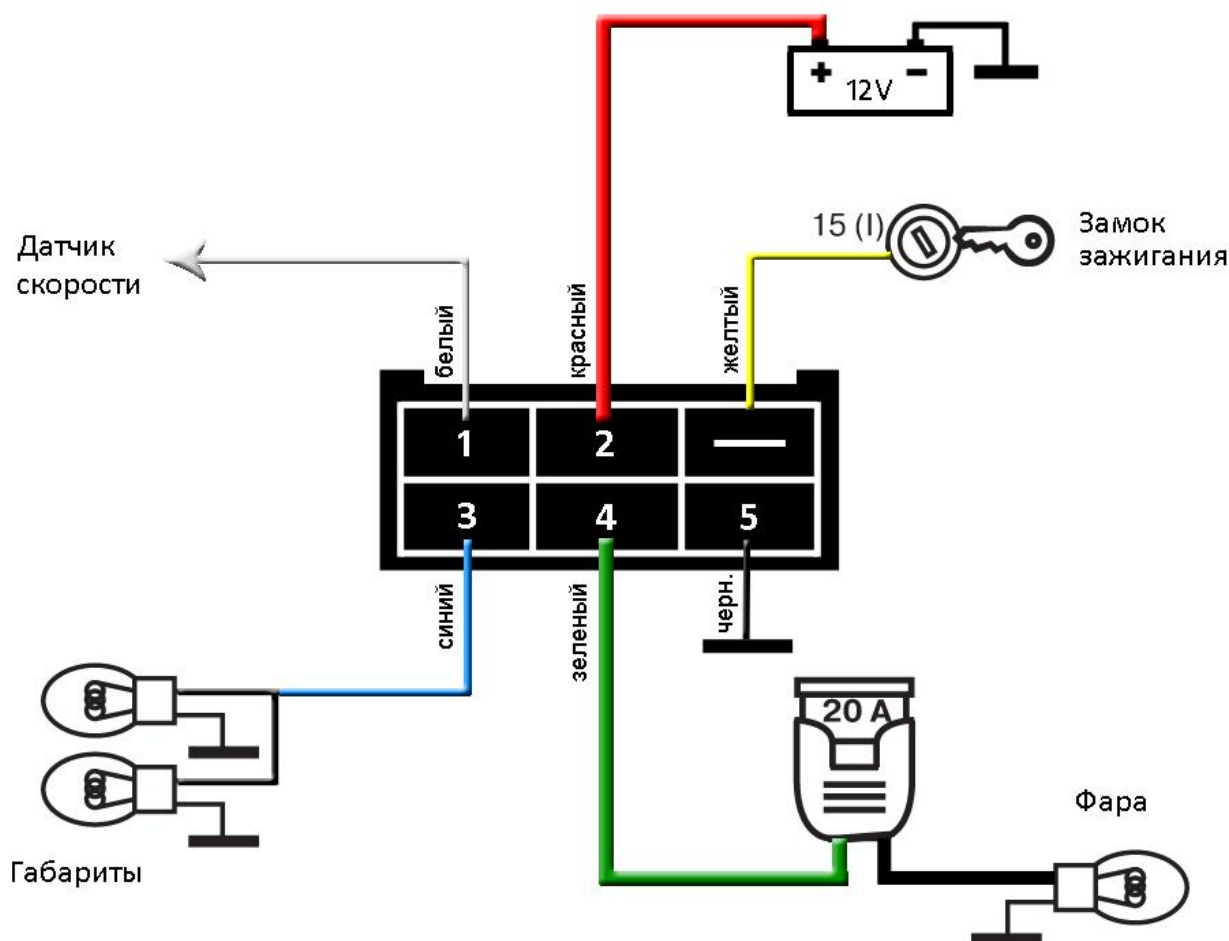

Рисунок 1
2.3. Назначение контактов контроллера с коммутацией плюса и места подключения (рисунок 1).